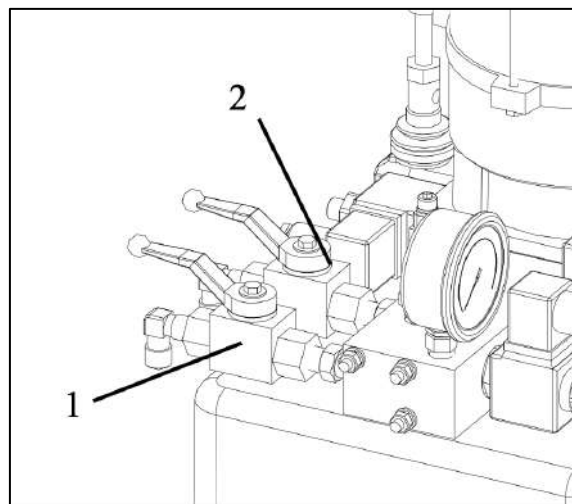

Fig. 10 - Inkörning och luftning av lyft
8. Vrid knappen "MAIN/JACK" (fig. 9-1) till positionen . Öppna toppen av kontrollboxen och vrid knappen "ADJ/WORK" (fig. 9-2) till positionen "WORK". Öppna fronten av kontrollboxen och stäng de två kulventilerna (fig. 10).
16. Stäng kulventilen (B) på pumpenheten (fig. 10) Sänk sedan båda körbanorna så långt som möjligt genom att trycka på överstyrningskontakten (fig. 9-3) samtidigt som ned-knappen (fig. 9-5). När lyften stannar öppnas kulventil B utan att knapparna släpps, när kulventilen öppnas kör båda saxarna till botten. Stäng sedan kulventil B, först nu måste knapparna släppas.